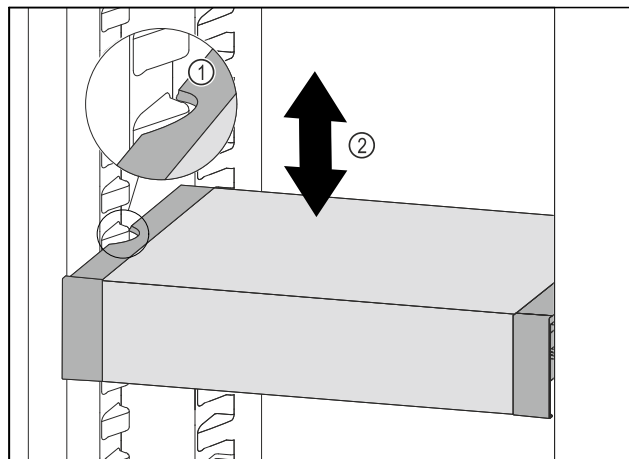

Fig. 102
- ▶ VarioSafe ťahajte dopredu, dokým sa bočné vybrania VarioSafe nebudú nachádzať vo výške rebra nádoby v chladničke. Fig. 102 (1)
- ▶ VarioSafe v chladničke presúvajte nahor alebo nadol, dokým sa dosiahne požadovaná výška. Fig. 102 (2)